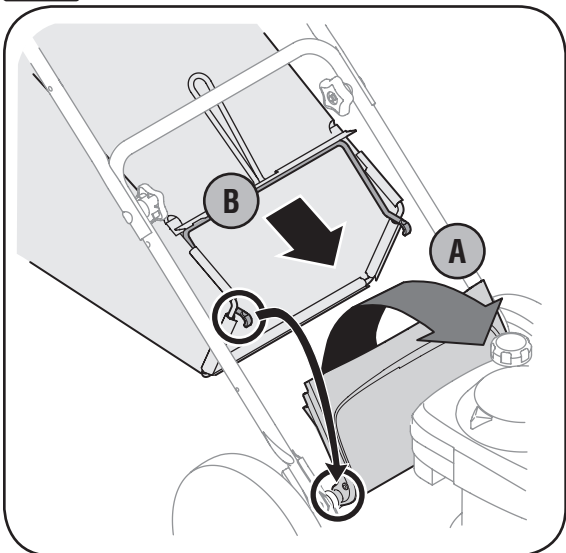

Figura 3-6: Acople el colector de césped.
- a. Eleve la puerta de descarga posterior, Figura 3-6.